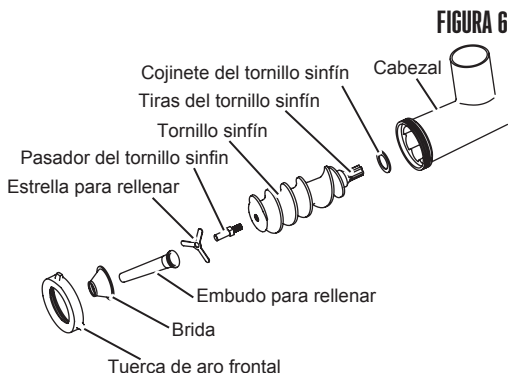

FIGURA 6
3. Inserte el tornillo sinfín, con el cojinete del tornillo sinfín colocado, dentro del cabezelo (**FIGURA 6**). Alinee las tiras del tornillo sinfín con el eje de transmisión del molino.